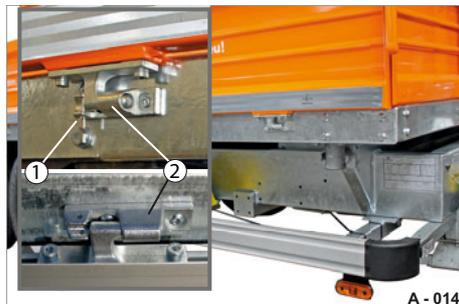

Abb. 15 Bordwand demontieren
- ▶ Entfernen Sie aus einem der Scharniere (Abb. 15/2) den Sicherungssplint (Abb. 15/1) - bewahren Sie diesen auf.
- ▶ Schieben Sie die Bordwand (in waagerechter Stellung) in die Scharniere (Abb. 15/2) ein.